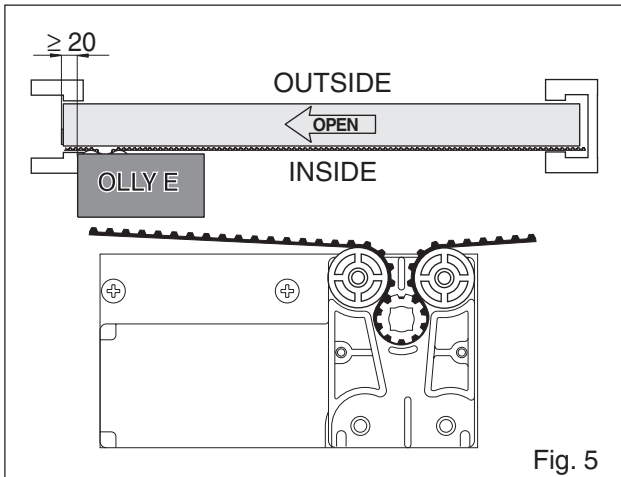
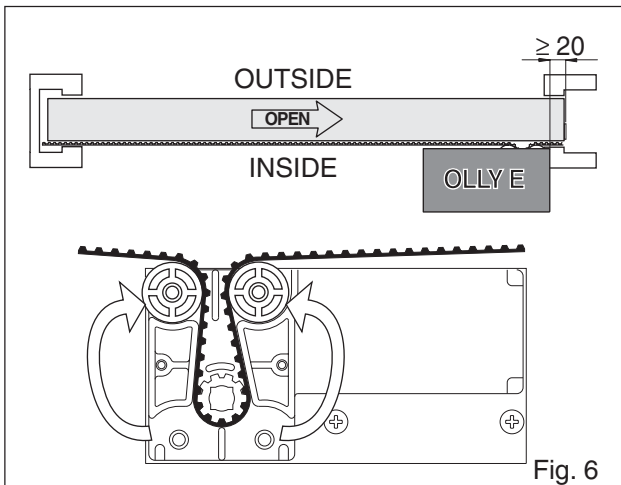
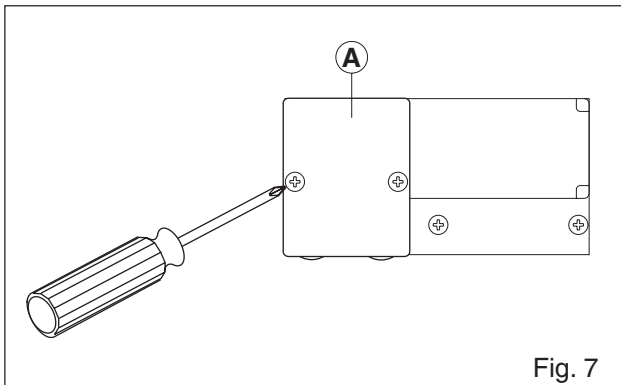

Fig. 5
Fig. 6
Fig. 7
- 3.1 Verificare la situazione di installazione: apertura a sinistra (fig. 5), apertura a destra (fig. 6).
- 3.2 (Fig. 7) Togliere la piastra [A] e inserire la cinghia come indicato nelle figure 5 o 6. Richiudere la piastra [A].